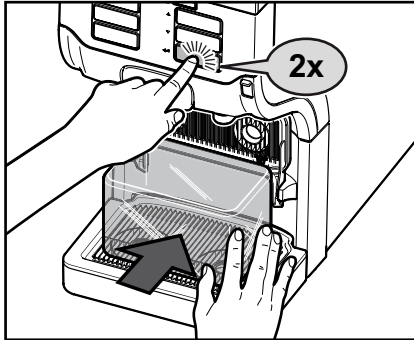

Bild 32
2. Ställ sköljbehållaren under båda produktutloppen och tryck på Enter ↵ (bild 32).
3. Starta sköljningen med Enter ↵ (bild 32).